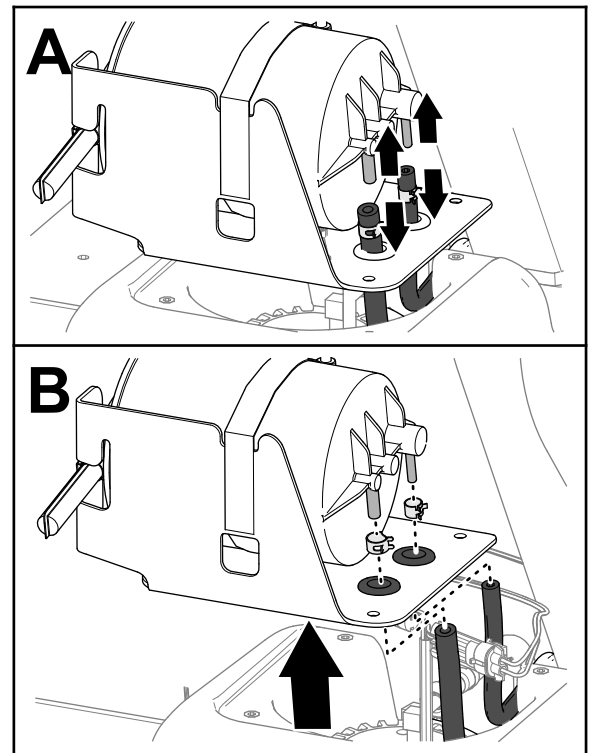

Figura 82
4. Separate i flessibili dai raccordi (Figura 82).
5. Rimuovete le fascette stringitubo dai flessibili (Figura 82).
6. Rimuovete il canister a carboni attivi dal serbatoio del carburante (Figura 82).